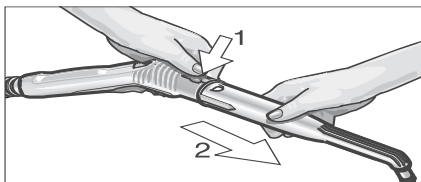

Fig. 5: Adskillelse af tilbehørsdelene
- Tryk på åbnetasten (C3 resp. G3) for at skille tilbehørsdelene ad og træk delene fra hinanden (se fig. 5).